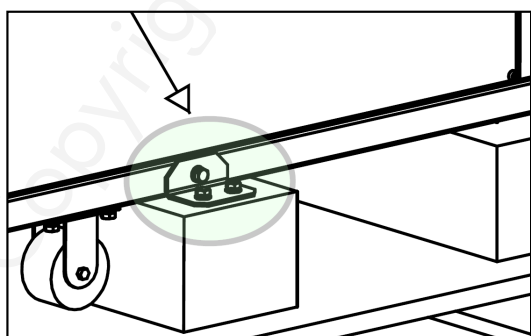

Figure 5
Comme le montre la figure 5, la machine est montée sur une palette à l'aide de quatre (4) supports en forme de «L». Retirez les 4 supports en desserrant les boulons. Soulevez la machine à l'aide du chariot élévateur et retirez la palette.